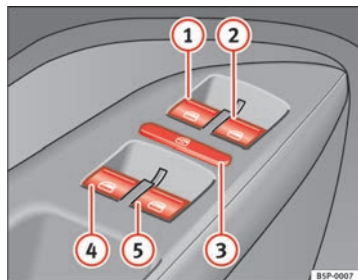

Fig. 68 Detalle de la puerta del conductor: mandos para las ventanas delanteras y traseras
Las teclas ⇒ página 111, fig. 68 ① y ② tienen dos posiciones para la apertura de las ventanillas y otras dos para el cierre. De este modo es más fácil controlar las operaciones de apertura y cierre.